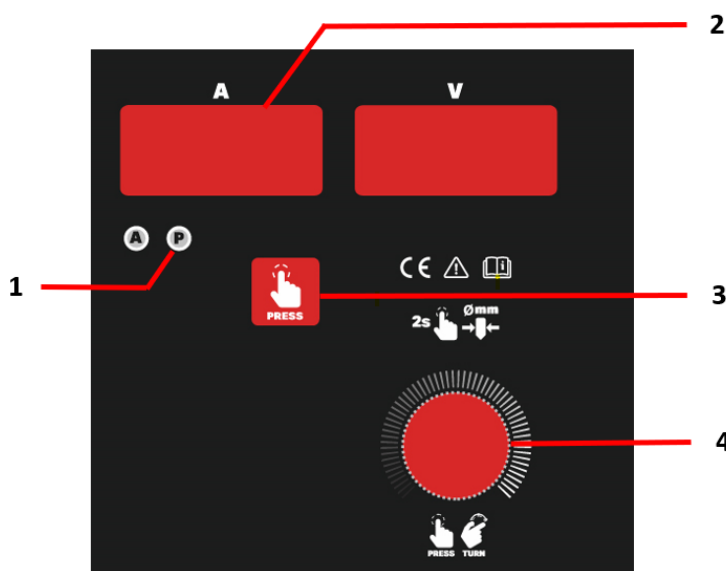

Fig. 7 – Memórias de soldadura
- ajustar os parâmetros e premir tecla (Fig.7 – 3) até o LED P (Fig.7 – 1) acender. Depois premir o botão de seleção/regulação de parâmetros durante 2 segundos até o display digital mostrar P1. Seguidamente, girar o botão de seleção/regulação de parâmetros (Fig.7 – 4) para o número de memória desejado. Finalmente, premir o botão de seleção/regulação de parâmetros até que o display digital mostrar MEM.
- Premir tecla (Fig.7 – 3) até o LED P (Fig.7 – 1) acender. Seguidamente, girar o botão de seleção/regulação de parâmetros (Fig.7 – 4) para o número de memória desejado. Espere 2 segundos e a sua memória está disponível.